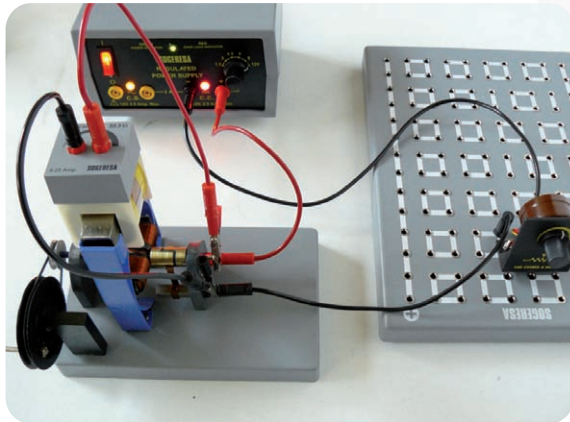

Figura.2 (derivación)
5. Realizar el montaje de la figura 2. Montaje en derivación o paralelo. Y ejecutar los pasos anteriores 3 y 4.